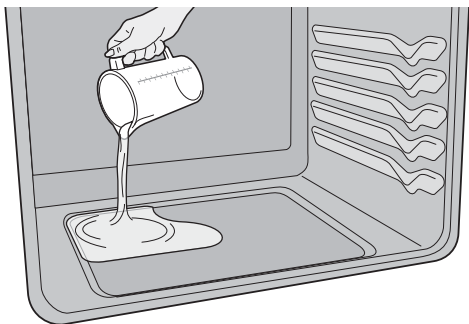

Figure 38 : Ajouter 235 ml (8 oz) d'eau distillée
3. Versez 235 ml (8 oz) d'eau distillée ou filtrée sur la sole du four (voir Figure 38). Fermez la porte du four.